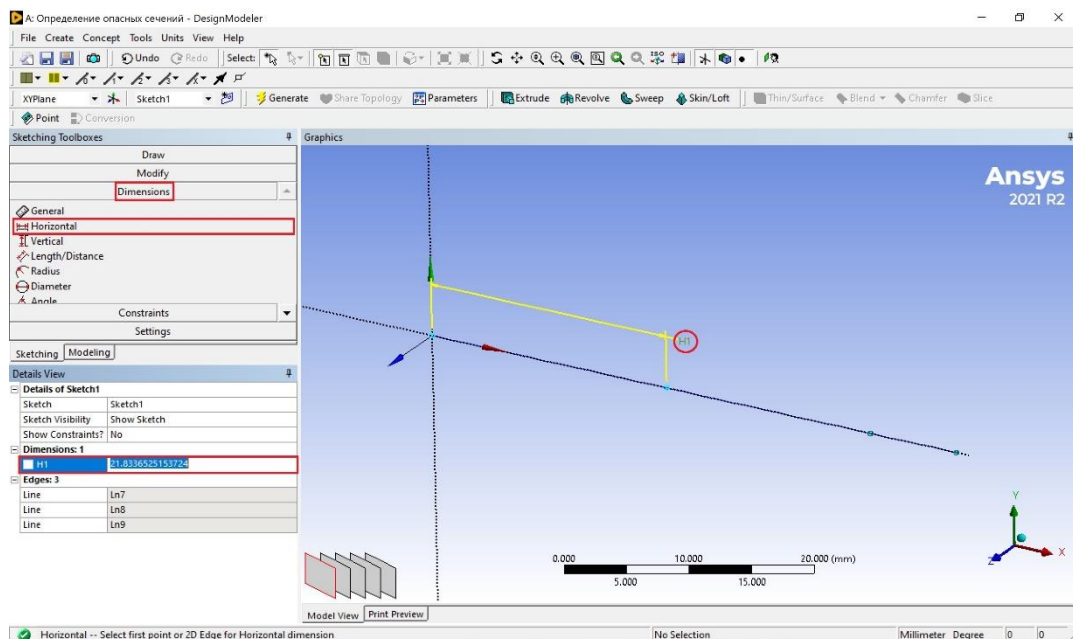

Рис.3.1.6.
Теперь ЛКМ **Dimensions** → **Horizontal**. Выделяем две крайние точки каждого отрезка и отводим мышь вверх или вниз – должна появиться размерная выноска со своим номером. В окне **Details View (DV)** напротив этого номера указываем длину отрезка (рис.3.1.6.). Следите за принятыми единицами измерения!